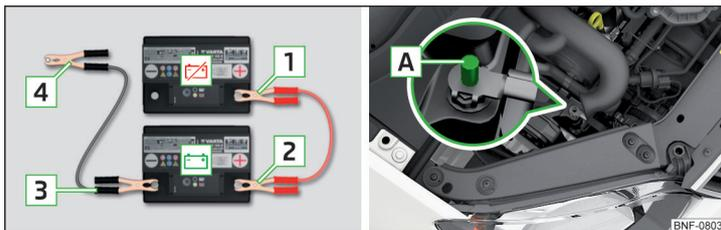

Fig. 155 Ayuda de arranque: - batería descargada, - batería que suministra corriente / punto de masa del motor en el sistema START-STOP
- En vehículos **con** el sistema START-STOP, fijar el bronce **4** en el punto de masa del motor **A** » fig. 155.